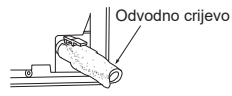

Fig. 4
- 5) Umetnite odvodno crijevo do kraja u odvodnu posudu na stražnjem desnom dijelu unutarnje jedinice. (Fig. 4)
- 6) Umetnite odvodno crijevo u zidnu čahuru (C) i pričvrstite gornji dio unutarnje jedinice na ploču za ugradnju (1). Zatim pomaknite unutarnju jedinicu sasvim lijevo kako biste olakšali postavljanje cijevi u stražnji prostor jedinice.